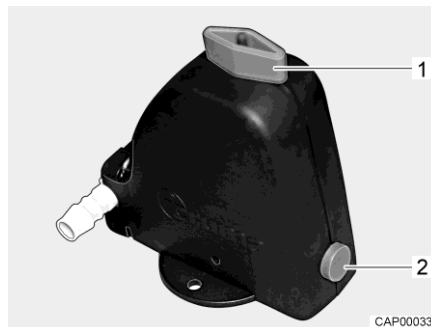

Fig. 181 Valvola di sicurezza/di scarico (Truma)
- Aprire la valvola di sicurezza/di scarico (Truma). A tal fine ruotare la manopola (Fig. 181,1) nel senso della lunghezza della valvola di sicurezza/di scarico. Il bottone automatico (Fig. 181,2) scatta all'infuori.